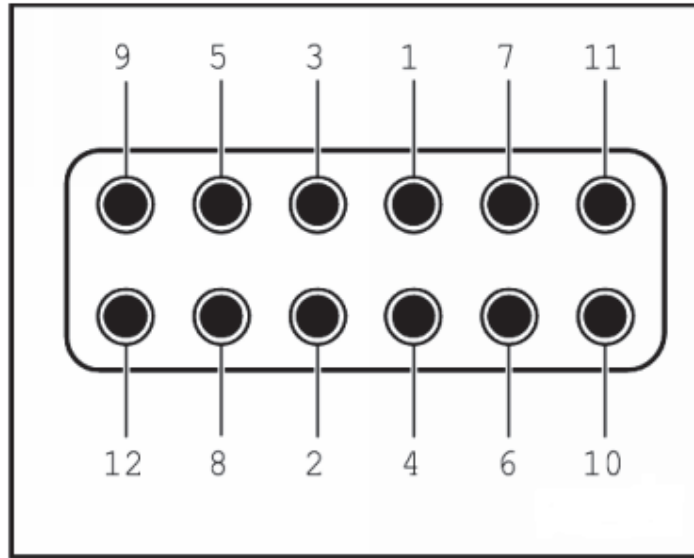

Fig. 1 Secuencia de apriete de pernos
- La secuencia de apriete para toda unión es desde la parte rígida de la junta apernada hacia los extremos de la misma, por ello empezaremos del centro hacia afuera en forma cruzada, y además se ajustarán los pernos del ala superior luego los del ala inferior, y para culminar los pernos del alma, siempre manteniendo la secuencia de ajuste mostrada en la Fig 1.